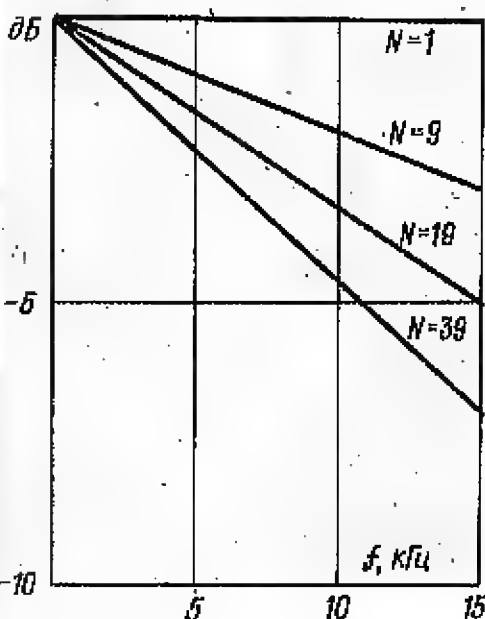

Рис. 1
**Д**лительная эксплуатация динамических шумоподавителей компандерного типа, наиболее распространенным из которых является Dolby-B, позволила выявить, наряду с их неоспоримыми достоинствами, и серьезные недостатки. Как уже отмечалось [1, 2], при использовании таких устройств обязательно выполнение ряда условий: АЧХ магнитофона должна охватывать (причем с неравномерностью не более 2...3 дБ) весь частотный спектр записываемой программы, уровни сигналов на входе компандера при записи и воспроизведении не должны отличаться более чем на 2 дБ и т. д. Измерения же свидетельствуют о том, что верхняя граничная частота АЧХ по уровню —2 дБ у большинства современных кассетных магнитофонов при уровне записи —20 дБ составляет 10...11 кГц, а при уровне записи —6 дБ, как правило, не превышает 7...8 кГц. К тому же уровень воспроизведения на высоких частотах не остается постоянным: например, после 10 прогонов (воспроизведений) уровень сигнала частотой 14 кГц, записанного на обычной ленте ( $\text{Fe}_2\text{O}_3$ ) уменьшается (по сравнению с первым прогоном) почти на 5 дБ. Экспериментальные графики, иллюстрирующие изменение АЧХ магнитной фонограммы в зависимости от числа прогонов  $N$  [3], представлены на рис. 1 и 2.